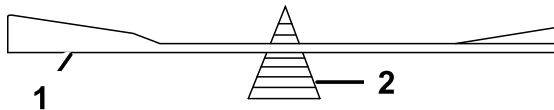

Figura 40
2. Verifique el equilibrio de la cuchilla colocándola sobre un equilibrador de cuchillas (**Figura 40**).